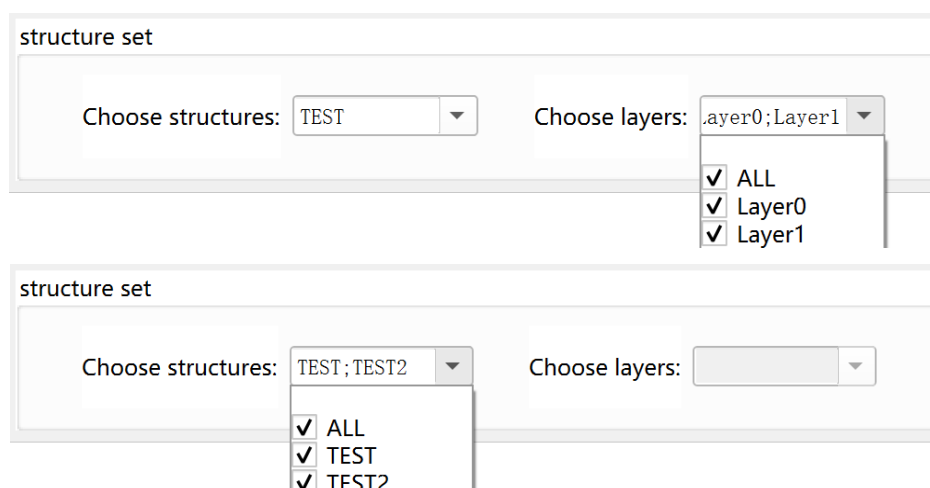

图 3.1.2 设置待矫正版图
(10)一个 GDSII 文件可以包含多个结构 (structure)，一个结构可以包含多个层 (layer)。若用户只想对文件中的部分版图进行 PEC 计算，可以点击页面下方的“structure set”进一步设置待矫正的版图，“Structure”至少选择一个，“Layer”至少选择一个（如图 3.1.2（上）），若“Structure”已选择多个，则不可再选“Layer”（如图 3.1.2（下））。